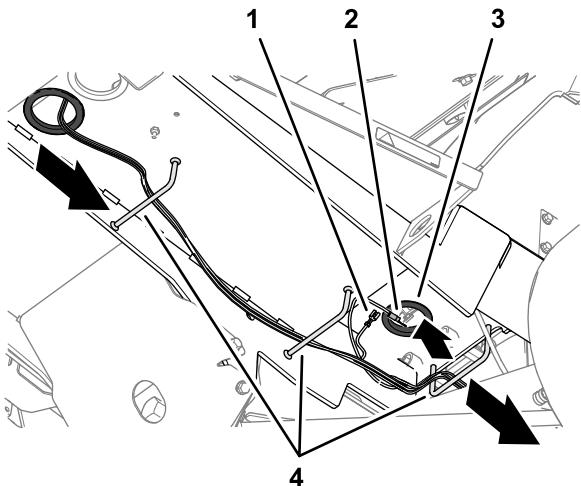

Figure 45
1. Faites passer le faisceau avant du kit dans le passe-câble de la planche de bord et celui du plancher de la machine (Figure 45).
2. Utilisez des attaches-câbles pour fixer le faisceau au bras de l'écran/contrôleur et au profilé sous la planche de bord (Figure 45).
3. Au bas de la machine, faites passer le faisceau avant dans les trois guide-flexibles (Figure 45).
4. Faites passer les connecteurs à cosse annulaire et à borne en douille dans le trou de la traverse, comme montré à la Figure 45.